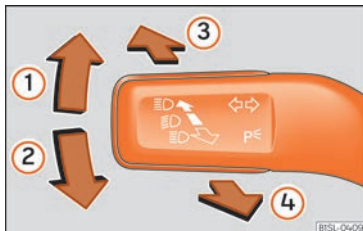

Fig. 116 Levier des clignotants et des feux de route.
- À partir de la position de base, appuyez en avant sur le levier des clignotants et de feux de route » **fig. 116** . L'activation du témoin  indique que l'assistant des feux de route est activé.
- **OU** : avec les feux de route activés, tirez vers l'arrière le levier des clignotants et des feux de route » **fig. 116** .